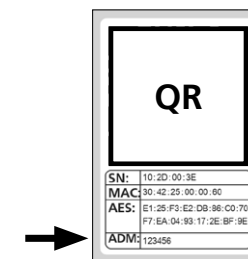

Fig. 9
- 8 Agora você pode sair do menu (I - Utilizador). Retorne ao menu "Meu sistema" (Fig. 9).
! **Indicação:** O código de administrador de fábrica encontra-se na etiqueta com código QR do cilindro, sob a indicação "ADM" (Fig. 9).